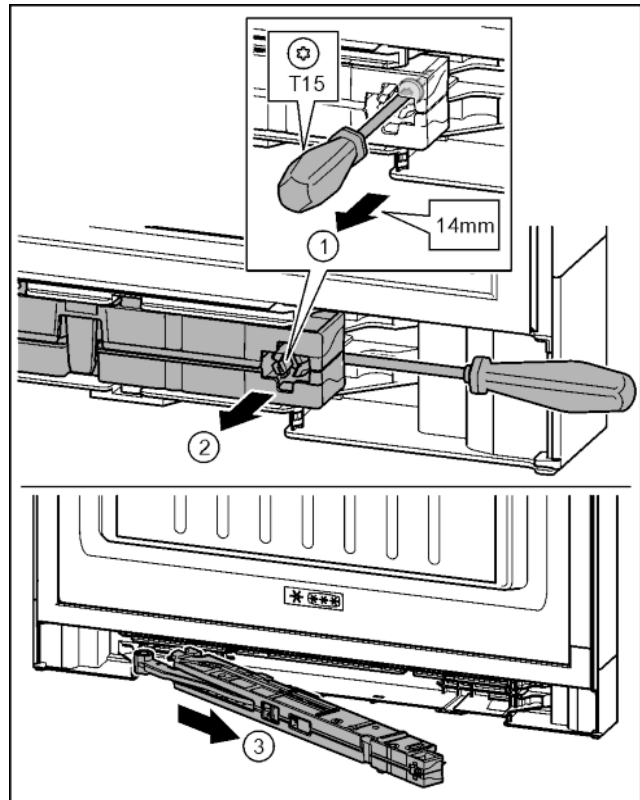

Fig. 20
- Desserrer la vis sur l'amortisseur de fermeture de 14 mm environ avec un tournevis T15. Fig. 20 (1)
- Accéder à la partie postérieure de l'amortisseur de fermeture du côté de la poignée avec un tournevis. Tourner l'unité vers l'avant. Fig. 20 (2)
- Extraire l'unité. Fig. 20 (3)